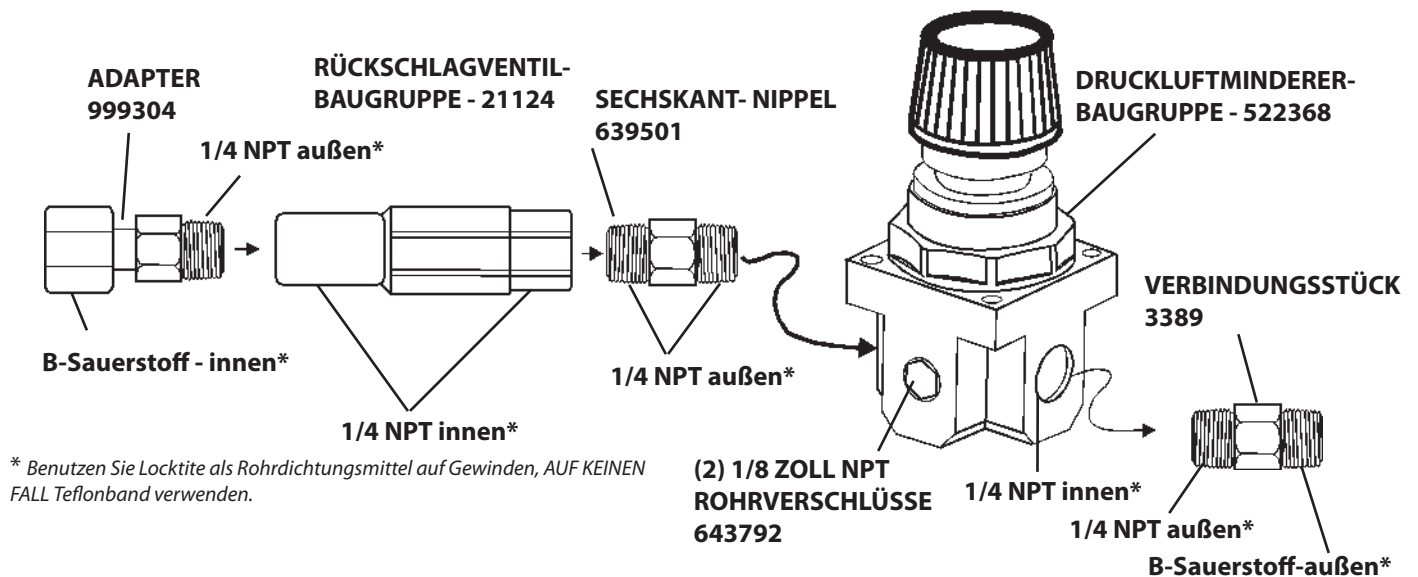

Abbildung 3-5. PT-19XLS (PT-600) Druckminderer-Baugruppe
3. Für das Niederstromschneiden mit dem PT-19XLS (PT-600) und der ESP-1000 ist ein Schneidgasreglersystem für Luft erforderlich. Siehe Abbildung 3-5 für Baugruppendetails.